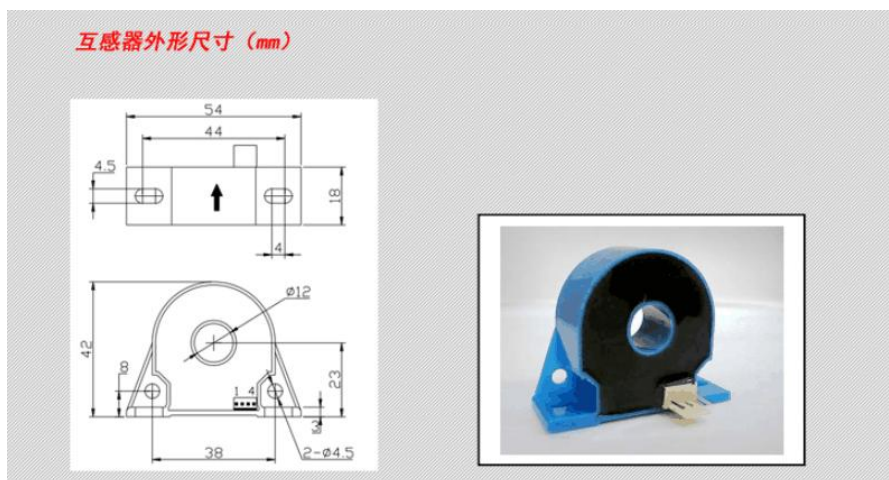

图 4
**选配零线电流互感器：**零线电流的外置电流互感器可选择闭环互感器，也可选择开环互感器，默认情况下配闭环互感器。闭环互感器图片如下所示，其中图 4 互感器穿线的圆孔直径为 12mm。注：一次侧按图中箭头方向穿线。